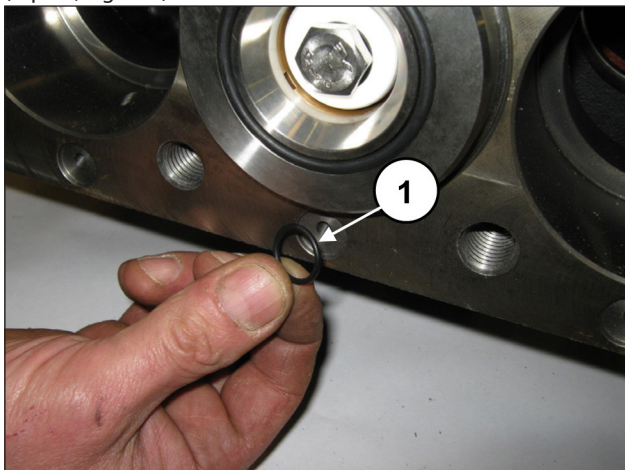

Fig. 134
Poser les 6 joints toriques frontaux sur le carter de pompe (rep. ①, Fig. 134).